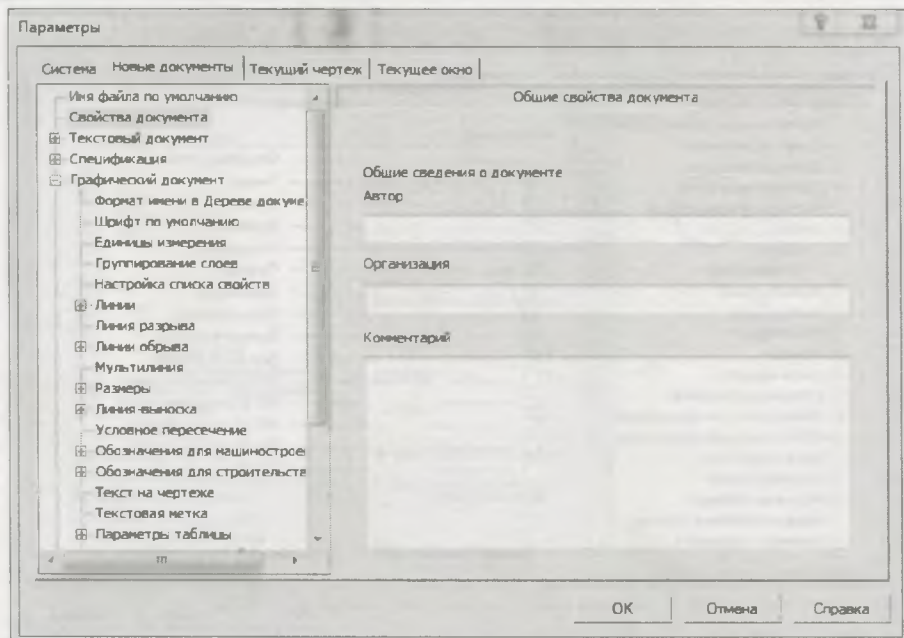

Рис. 17.14. Диалоговое окно Параметры с открытой панелью Общие свойства документа
- ◆ щелкните ЛК мыши по пункту **Свойство документа**. В правой части появилась панель **Общие свойства документа** (рис. 17.14). На этой панели предлагается заполнить свойства документа, отсутствующие по умолчанию: имя автора, организацию и комментарий. Заполните строчку **Автор**. В этом случае система автоматически будет в свойствах чертежа ставить имя автора и организацию;